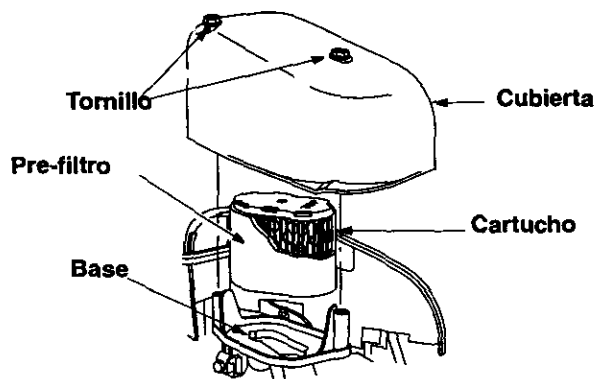

Figura 13
- Afije los dos tornillos que sujetan la cubierta del filtro de aire. Retire el ensamble completo del filtro de aire desde la base. Levante la cubierta para sacarla del filtro de aire. Vea Figura 13 .
- Instale un filtro de aire limpio (o nuevo) en la base de modo que el borde del cartucho se asiente dentro de la base. Vea Figura 13 .